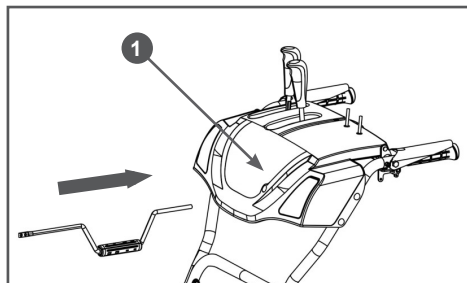
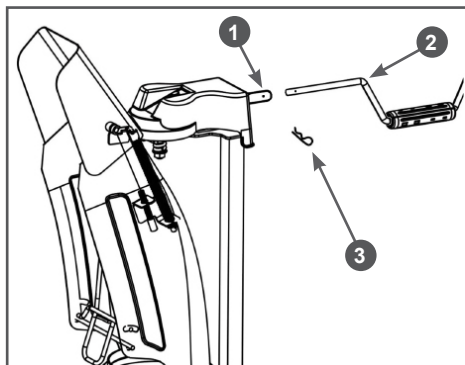

Рис. 12 Установка вала управления поворотом желоба
Рис. 13 Крепление вала управления поворотом желоба
12. Установите вал управления поворотом желоба. Вставьте круглый конец вала 3 управления поворотом желоба в отверстие 1 на панели (Рис. 12). Второй конец вала вставьте в соединительную муфту 1 механизма, совместите отверстия в вале 2 и муфте 1, и вставьте шплинт 3 (Рис. 13).